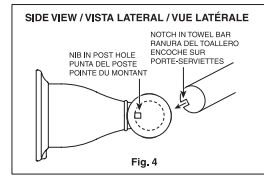

Fig. 4
- Assemble posts and bar(s). Notches in the bar(s) should push over the nibs in the posts to prevent the bar(s) from turning. **Fig. 4.**
- Arme los postes y barra(s). Las ranuras en la barra(s) deben empujar las puntas dentro de los postes para evitar que la barra(s) se muevan. **Fig. 4.**
- Assemblez les supports et la barre(s). Faites correspondre les encoches dans la barre(s) avec les pointes dans les supports pour empêcher la barre(s) de tourner. **Fig. 4.**